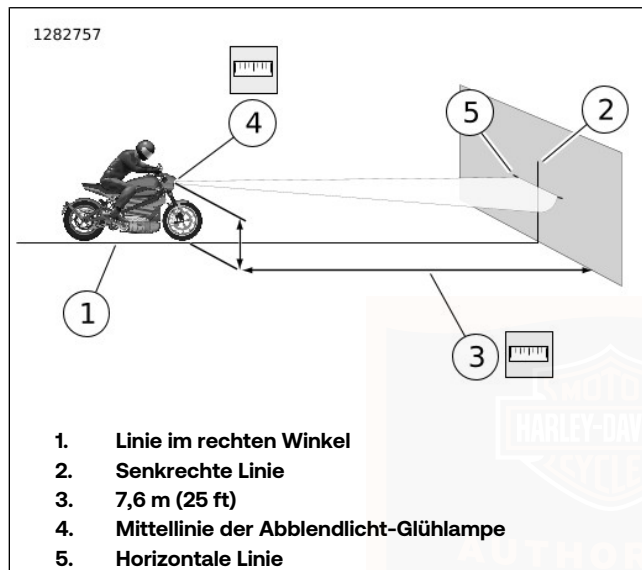

Abbildung 69. LED-Scheinwerfereinstellung
1. Siehe Abbildung 69. Das Motorrad im rechten Winkel (1) zur Wand parken.
3. Eine senkrechte, auf Linie (1) ausgerichtete Mittellinie (2) an der Wand anzeichnen.
4. Bei beladenem Motorrad das Vorderrad gerade nach vorne auf die Wand ausrichten. Den Abstand (4) vom Boden zur Mitte des Scheinwerfers messen.
5. Eine horizontale Linie (5) durch die vertikale Linie (2) mit der gleichen Höhenmessung wie bei der Mittellinie der Abblendlicht-Glühlampe (4) anzeichnen.
6. Den oberen Rand des Brennpunkts bei eingestelltem Abblendlicht an der horizontalen Linie (5) ausrichten.